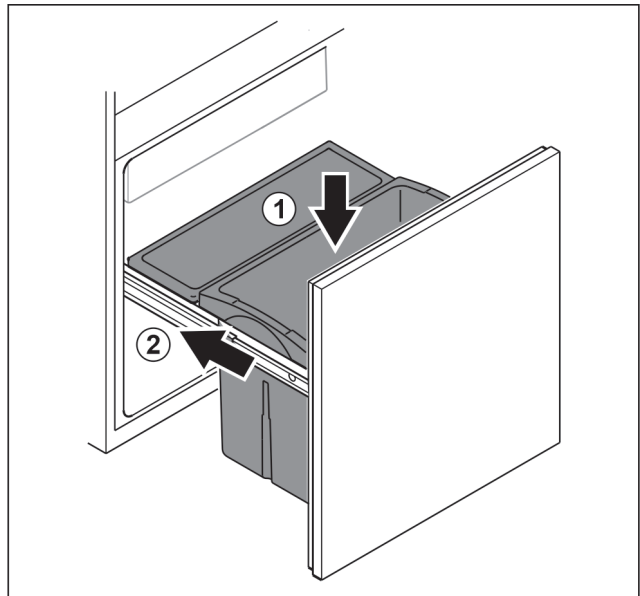

Fig. 149
- ▶ Schubfach von oben einsetzen. Fig. 149 (1)
- ▶ Auszugswagen einschieben. Fig. 149 (2)